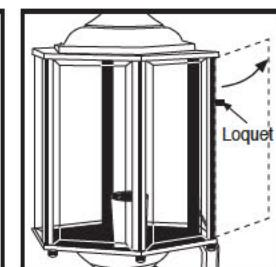

Figure 4 Applique à panneau à charnière
- c. For fixtures with a hinged door, simply lift latch to open door. Insert bulb(s) and secure door closed with latch. (see figure 4)
- Si l'applique est à panneau à charnière, soulever le loquet pour ouvrir celui-ci. Insérer la ou les ampoules et reloquer le panneau (voir la figure 4).